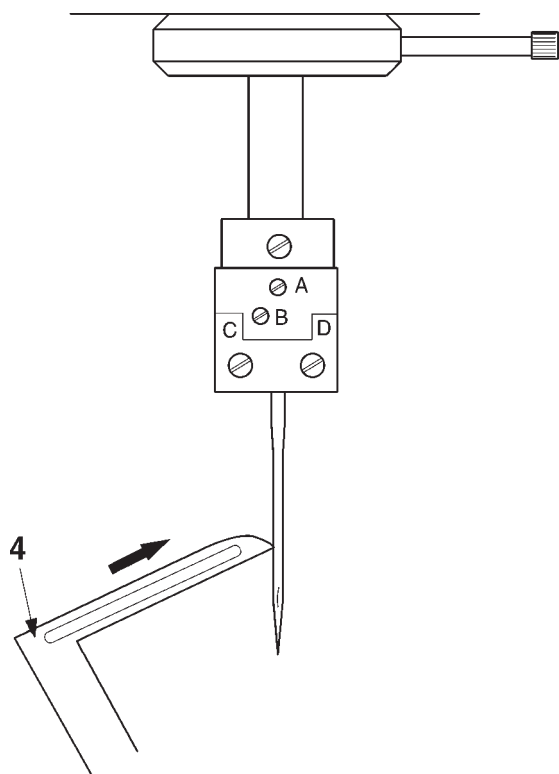

Рис. 22
- Поворачивайте маховик в нормальном направлении до тех пор, пока носик петлителя 4 не подойдет к левому краю иглы (А) (рис. 22).